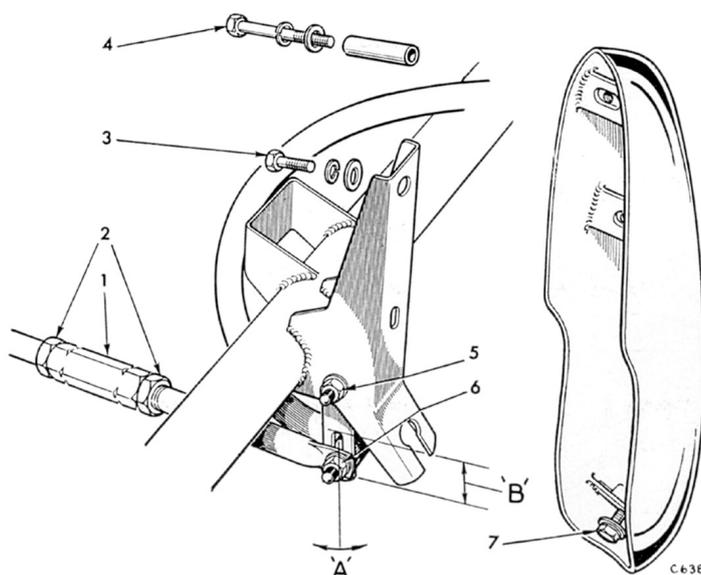

Fig. 10. Points de réglage du capot avant (Herald 1200 et 12/50)
1200 et 12/50 uniquement (Fig. 10)
S'il est nécessaire d'effectuer un léger réglage pour obtenir un espace uniforme de 5 mm entre le capot et le tablier, desserrer les contre-écrous (2) et tourner l'écrou tubulaire (1) (Figs. 10 et 11) d'un côté ou de l'autre selon le cas.
Réglage vertical (Figs. 10 et 11)
En se référant à la Fig. 10, ouvrir le capot et démonter les butoirs de pare-chocs en retirant les boulons (3) et (4) et en desserrant les boulons inférieurs (7). Retirer les butoirs de leurs supports. Retirer quatre vis cruciformes (2), Fig. 19, et quatre vis à tête hexagonales (1) et (3).
Lever le capot et, en se référant à la Fig. 10 (page 5.205), retirer les boulons (3) et (4) et desserrer les boulons inférieurs (7). Retirer le butoir.